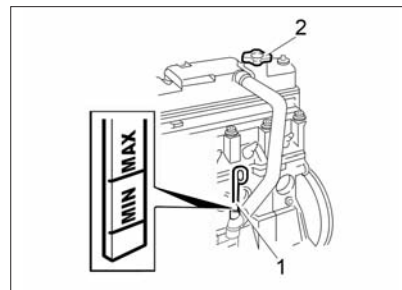

Рис. 45. Проверка уровня масла в картере двигателя 8-клапанного двигателя
Уровень масла проверяется на холодном неработающем двигателе при нахождении автомобиля на горизонтальной поверхности. Уровень должен находиться между метками **MIN** и **MAX** указателя уровня масла **1** (рис. 45) или между верхним и нижним краями рифленой поверхности указателя **1** (рис. 45а) в зависимости от модели двигателя. При необходимости доливка масла (см. приложение 1) производится через горловину, закрываемую пробкой **2**.
Рис. 45а. Проверка уровня масла в картере двигателя 16-клапанного двигателя
Проверку уровня масла выполняйте на остывшей коробке передач. Уровень масла должен быть между двумя метками указателя 1 (рис. 45б) уровня масла. Доливку масла проводите небольшими порциями через отверстие, закрываемое указателем уровня масла.
**Рис. 45б. Проверка уровня масла в коробке передач**
**В варианном исполнении** при комплектации автомобиля механической коробкой передач с тросовым приводом управления уровень масла должен быть по нижней кромке контрольного отверстия 1 (рис. 45в). Доливку мас-
**Рис. 45в. Проверка уровня масла в коробке передач (в варианном исполнении)**